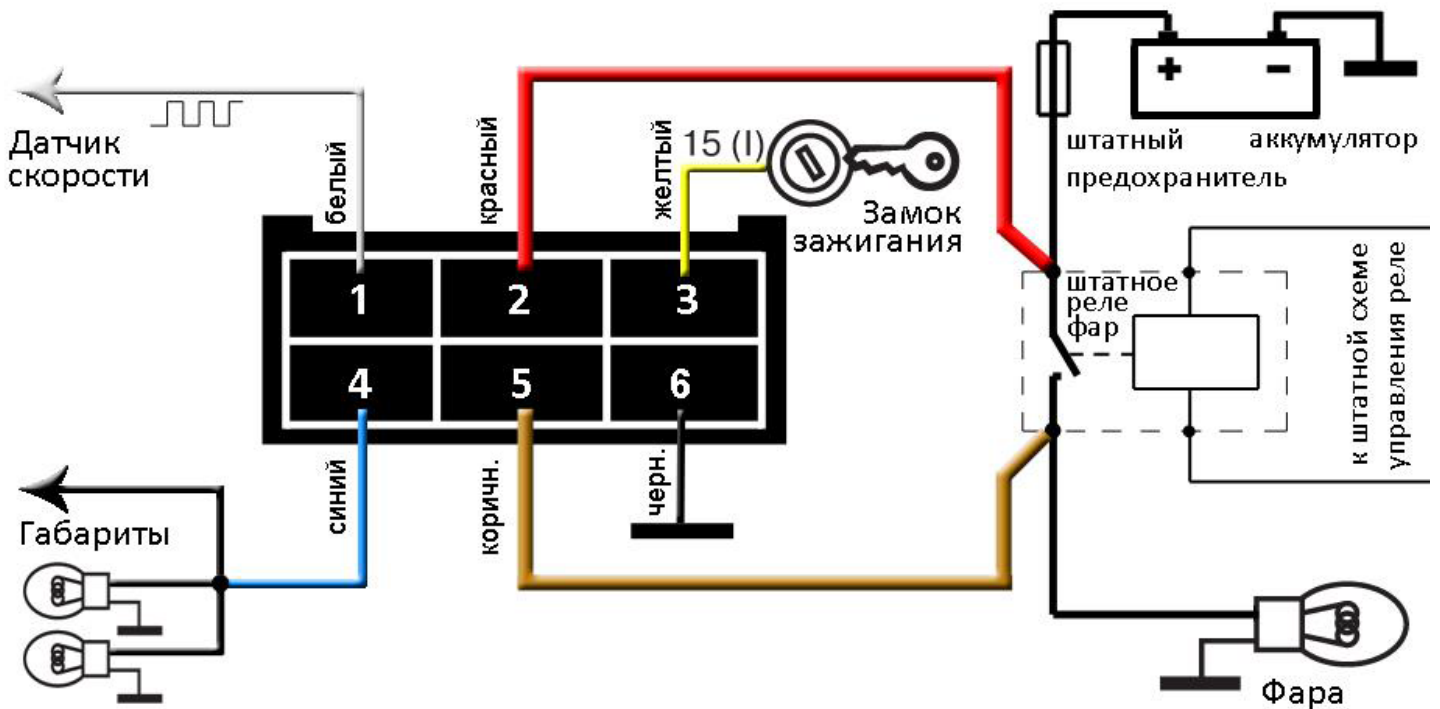

Рисунок 1
2. **Питание силовой части 12V** (сечение 1мм²). Подключается к проводу, в непосредственной близости от контакта штатного реле включения света, который подключен к напряжению питания – плюсовой клемме аккумулятора (см. рис.1).
5. **Дальний свет** (сечение 1мм²). Подключается к проводу, подключенному к контакту штатного реле включения ламп дальнего света, который подключен к лампам фары (см. рис.1). Точка подключения должна быть как можно ближе к реле.